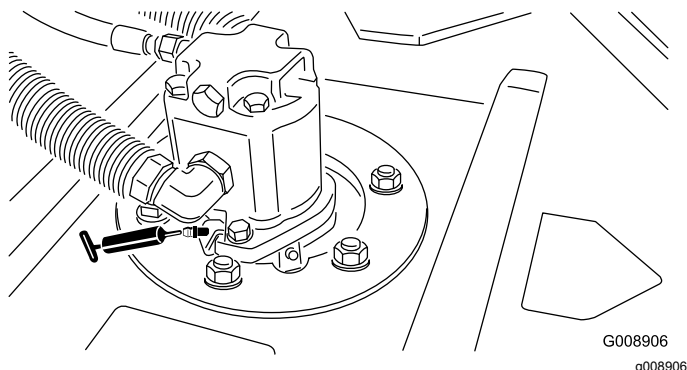

Figura 37
- Cojinetes de los ejes de las unidades de corte (2 por unidad de corte)—Figura 37